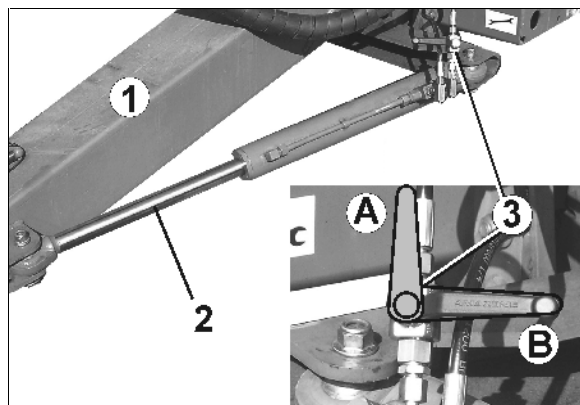

Fig. 112
- **Brazo de dirección:** Cierre el grifo de bloqueo (Fig. 112/3) en el cilindro hidráulico (posición B).
Para aplicar el brazo de dirección (Fig. 112/3) abra la llave esférica en el cilindro hidráulico (posición A)!